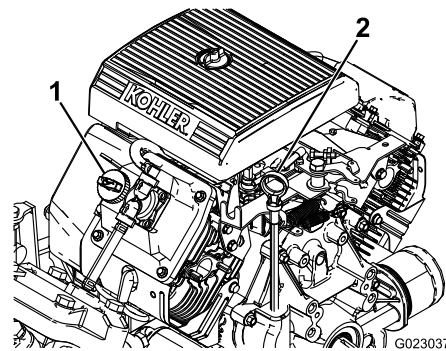

Figure 42
2. Retirez la jauge et essuyez-la sur un chiffon propre (Figure 42). Remettez la jauge dans le tube en l'enfonçant complètement. Sortez de nouveau la jauge et vérifiez le niveau d'huile.
3. Si le niveau d'huile est trop bas, retirez le bouchon de remplissage du couvre-culasse (Figure 42) et versez la quantité d'huile nécessaire dans l'orifice pour faire monter le niveau jusqu'au repère MAXIMUM sur la jauge. Versez l'huile lentement et vérifiez souvent le niveau durant la procédure. Ne remplissez pas excessivement.
8. Versez lentement environ 80 % de la quantité d'huile spécifiée dans le goulot de remplissage (Figure 42).